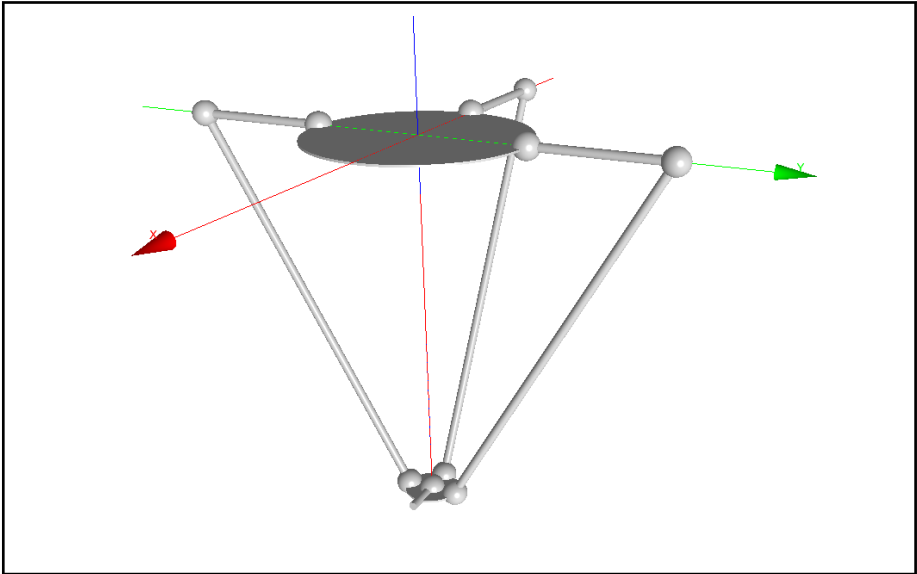

Abb. 4-49: Schematische Ansicht 3-Achs-Delta mit 90 Grad Winkeln
- Abb. 4-49 "Schematische Ansicht 3-Achs-Delta mit 90 Grad Winkeln" auf Seite 160 zeigt einen Delta-Roboter in Nullstellung aller Achsen, d. h. nimmt der Roboter die in den Abbildungen dargestellte Stellung ein, so müssen sämtliche Achsen in den Maschinenkoordinaten (MCS) Null anzeigen.